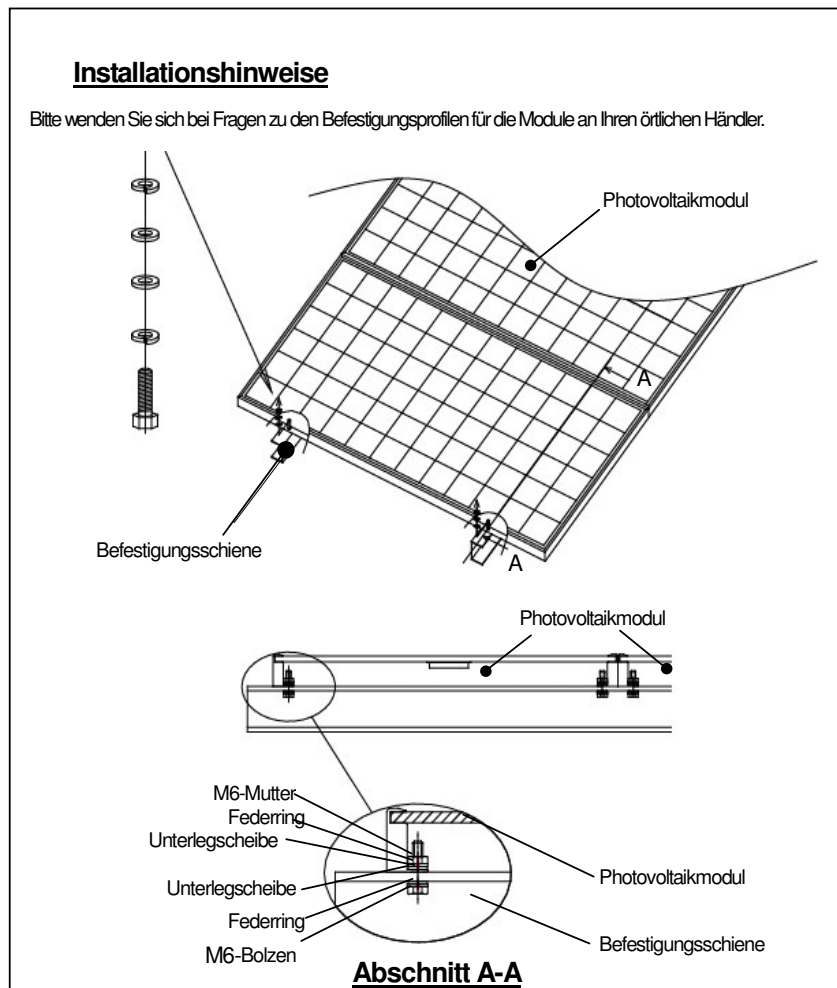

Abb.1: Installation
- Wir empfehlen, bei der Installation wie in Abb. 1 gezeigt zu verfahren. In einigen Gegenden unterliegen die Installation und der Einsatz von PV-Modulen möglicherweise örtlichen Elektro- und Baubestimmungen.
Die Module sollten an 4 oder mehr Stellen befestigt werden, wie in den Abb. 1 und 2 dargestellt. Dadurch wird eine Höchstbelastung von 2170 N/m² auf der Moduloberfläche möglich.